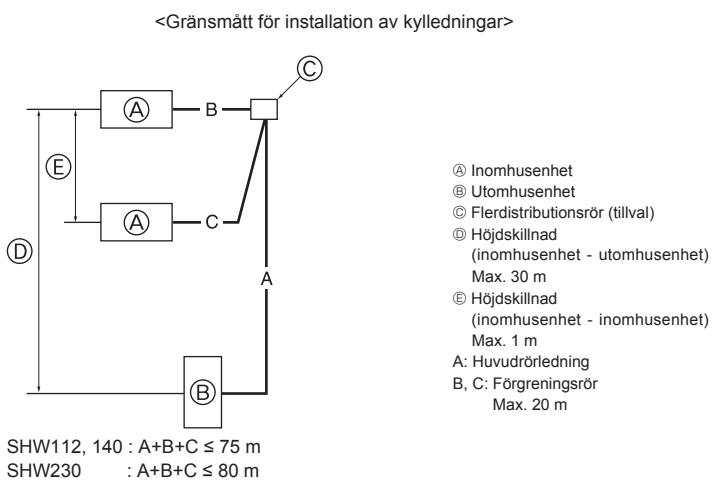

Fig. 4-9
4.7. För dubbla/tredubbla/fyrdubbla kombinationer (Fig. 4-9) (endast för luftkonditioneringar)